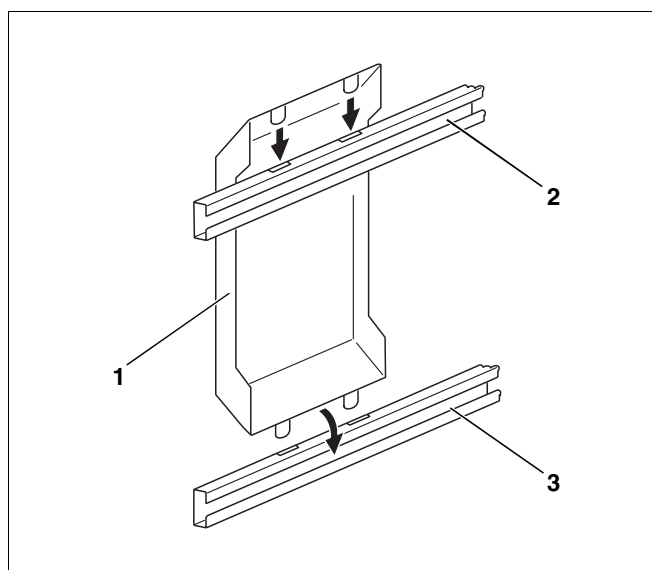
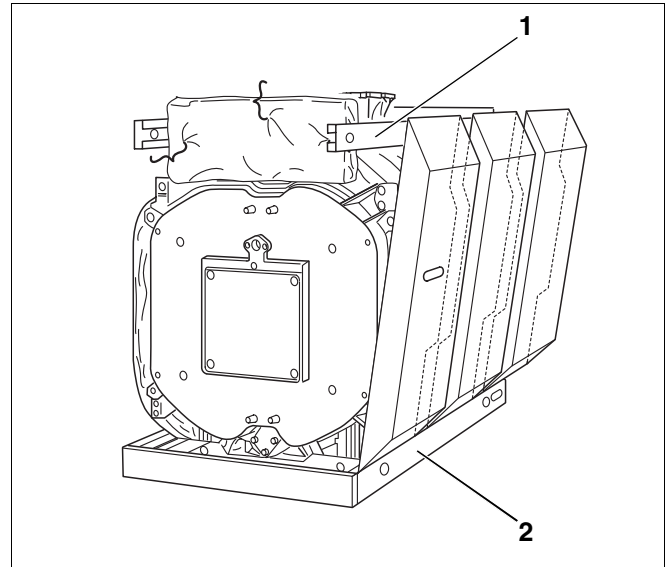

Fig. 41
Fig. 42
- Skub det første sidekappeelement ind (Fig. 41, **pos. 1**), så det nederste ombuk kommer ind bag den nederste længdetravers (Fig. 41, **pos. 3**), løft elementet lidt, og hængt dets tappe fast i slidserne på den øverste længdetravers (Fig. 41, **pos. 2**) (se også Fig. 42).
- Skub det nederste ombuk på de resterende sidekapper ind bag ved den nederste længde travers (Fig. 42, **pos. 2**), løft dem lidt, og hæng dem med det øverste ombuk op over den øverste længde travers (Fig. 42, **pos. 1**).